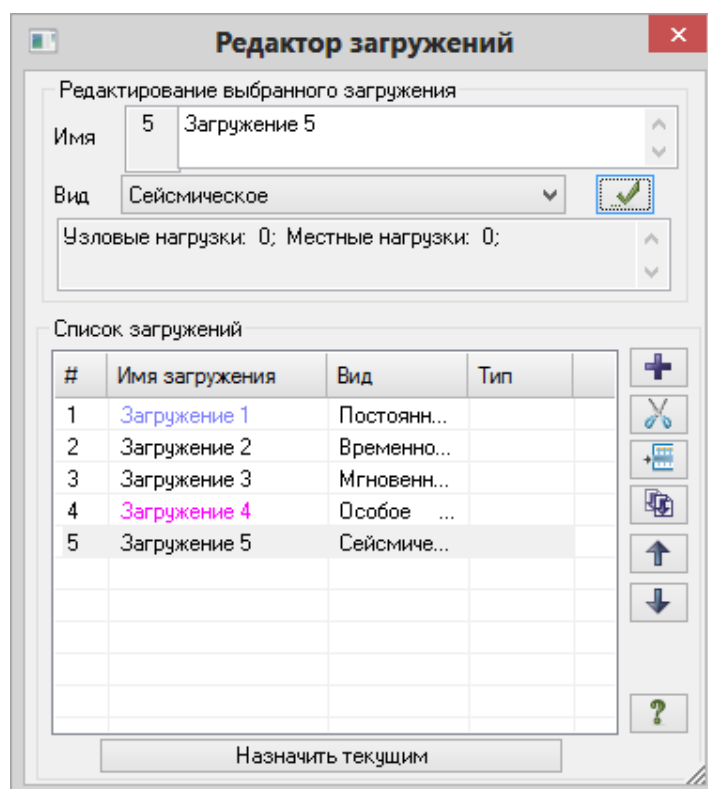

Рис.3.21. Диалоговое окно **Редактор загрузок**
- Вызовите диалоговое окно **Редактор загрузок** (рис.3.21) щелчком по кнопке  – **Редактор загрузок** (панель **Нагрузки** на вкладке **Создание и редактирование**).
Так как вид загружений задавался в диалоговом окне **Редактор загружений** (рис.3.21) таблица РСН сформировалась автоматически с параметрами, принятыми по умолчанию для каждого загружения. Далее нужно только изменить параметры для четвертого и пятого загружений, а также задать сочетания.